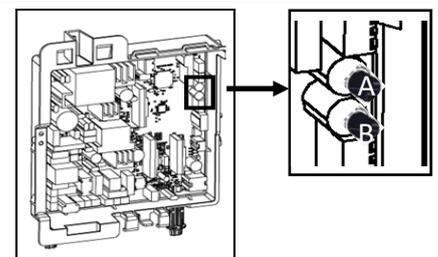

Figura 7: Botones pulsadores A y B
1. Localice los dos botones pulsadores (A y B) en la placa de circuito impreso (Figura 7).